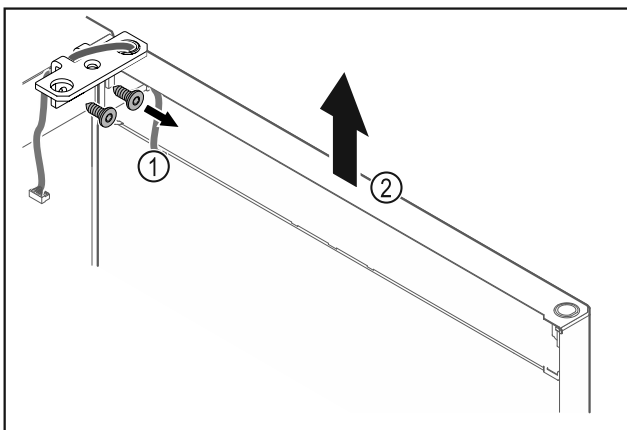

Fig. 25
- ▶ Развинтете ъгъла на пантата Fig. 25 (1).
- ▶ Повдигнете вратата заедно с ъгъла на пантата Fig. 25 (2) приблизително 200 mm право нагоре и я свалете.